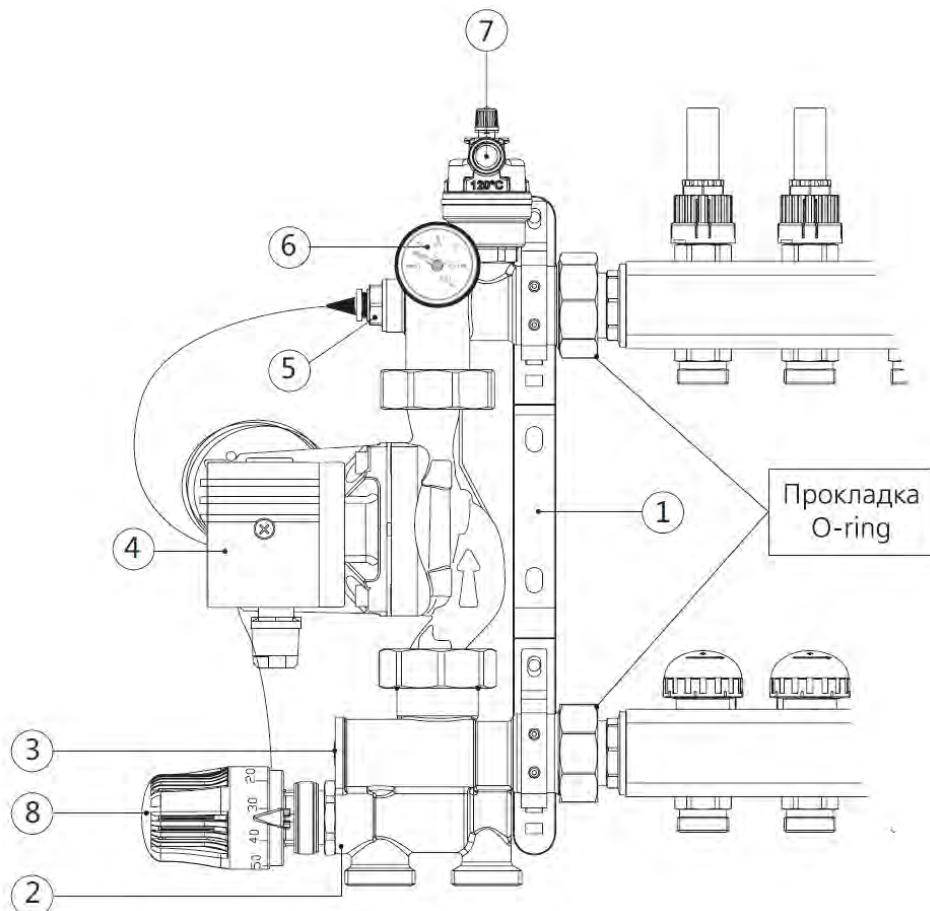
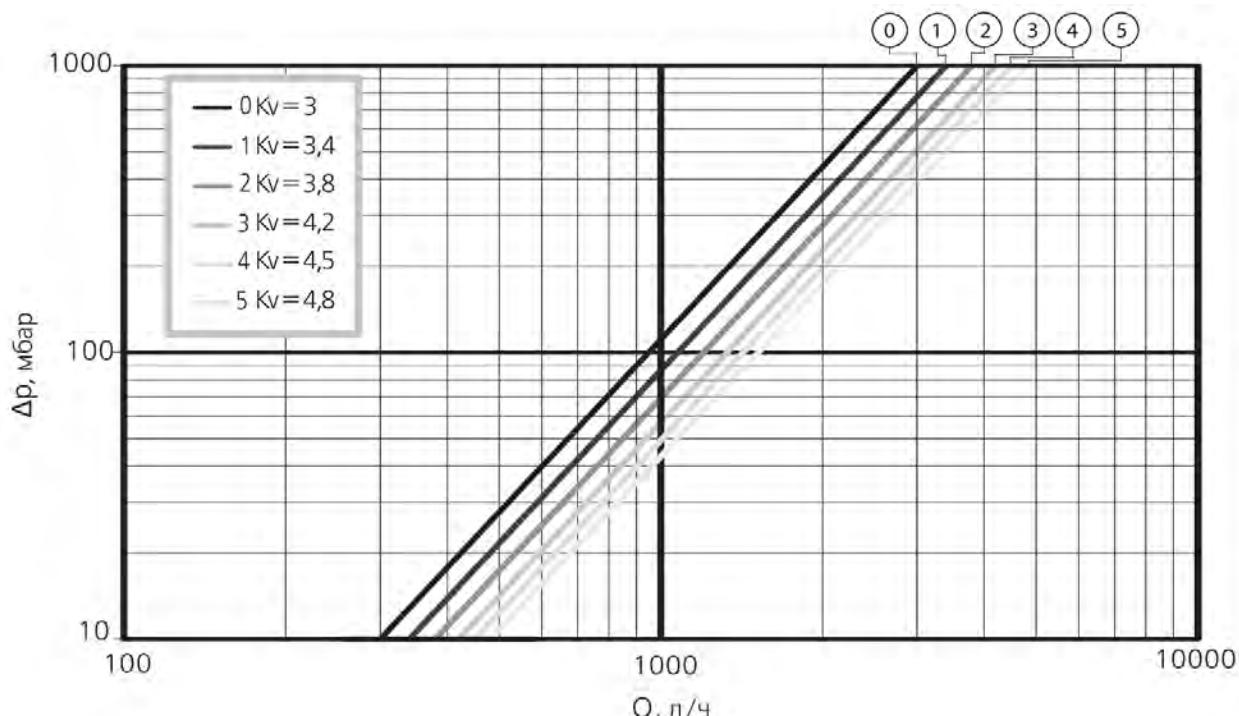

Рисунок 1
Рисунок 3
- 2) при помощи монтажного кольца головки закрепите её на смесительном клапане (рис. 1, поз. 2);
- 3) поместите датчик в гнездо температурного датчика (рис. 1, поз. 5);
Согласно приведённой ниже диаграмме (рис. 3), расходу 1032 л/ч, соответствуют 6 разных кривых  $\Delta P_{valv}$  при разных настройках байпаса (рис. 1, поз.3): чем меньше открыт байпас, тем быстрее достигается требуемая температура на подаче, и наоборот, при максимально открытом байпасе увеличивается расход и одновременно сокращается колебание температуры подачи, связанное с открытием-закрытием различных зон, на которые разделяется система отопления.
Температура подачи низкотемпературного контура отопления задаётся на терmostатической головке (рис. 1, поз.8), с диапазоном установки от 20 до  $65^\circ\text{C}$ , и поддерживается постоянной благодаря действию терmostатического клапана.